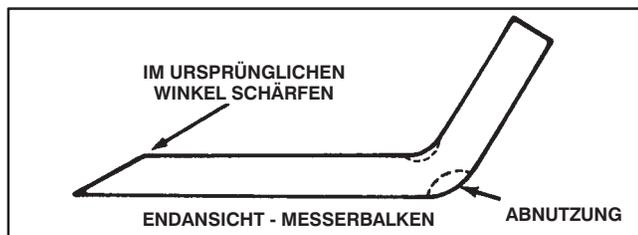

Abbildung 16
Jedesmal, wenn der Aufsitzmäher hochgekippt wird, den Messerbalken prüfen. Wenn dessen Befestigungsschraube locker ist, diese auf 61-81 Nm festziehen. Wenn Messerbalken oder Windflügel (Abb. 16) am Ende des Messers abgenutzt, korrodiert oder angerissen sind, den Messerbalken auswechseln. Verbogene und exzentrische Messerbalken auswechseln. Um den sicheren Betriebszustand zu gewährleisten, immer nur echte TORO Ersatzteile verwenden. **NIE 'PASSEN SCHON' MESSER VERWENDEN.**
7. Die Schnittfläche an beiden Enden des Messerbalkens mit Hilfe einer Feile schärfen (Abb. 16).
7. Während der Mäher hochkant steht, den Zustand des Messerbalkens prüfen (Abb. 16).